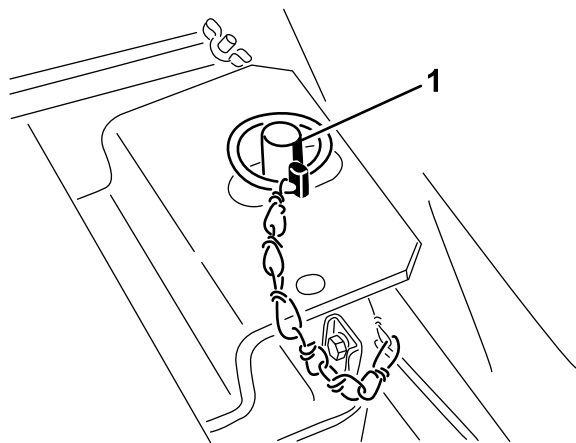

Figura 11
- Desengate o suporte do banco e incline-o para baixo. Incline o banco para baixo e pressione o pino de sujeição através do pino roscado do bloqueio do banco. Coloque a extremidade do pino por cima do pino roscado do bloqueio (Figura 11).
8. Desengate o suporte do banco e incline-o para baixo. Incline o banco para baixo e pressione o pino de sujeição através do pino roscado do bloqueio do banco. Coloque a extremidade do pino por cima do pino roscado do bloqueio (Figura 11).